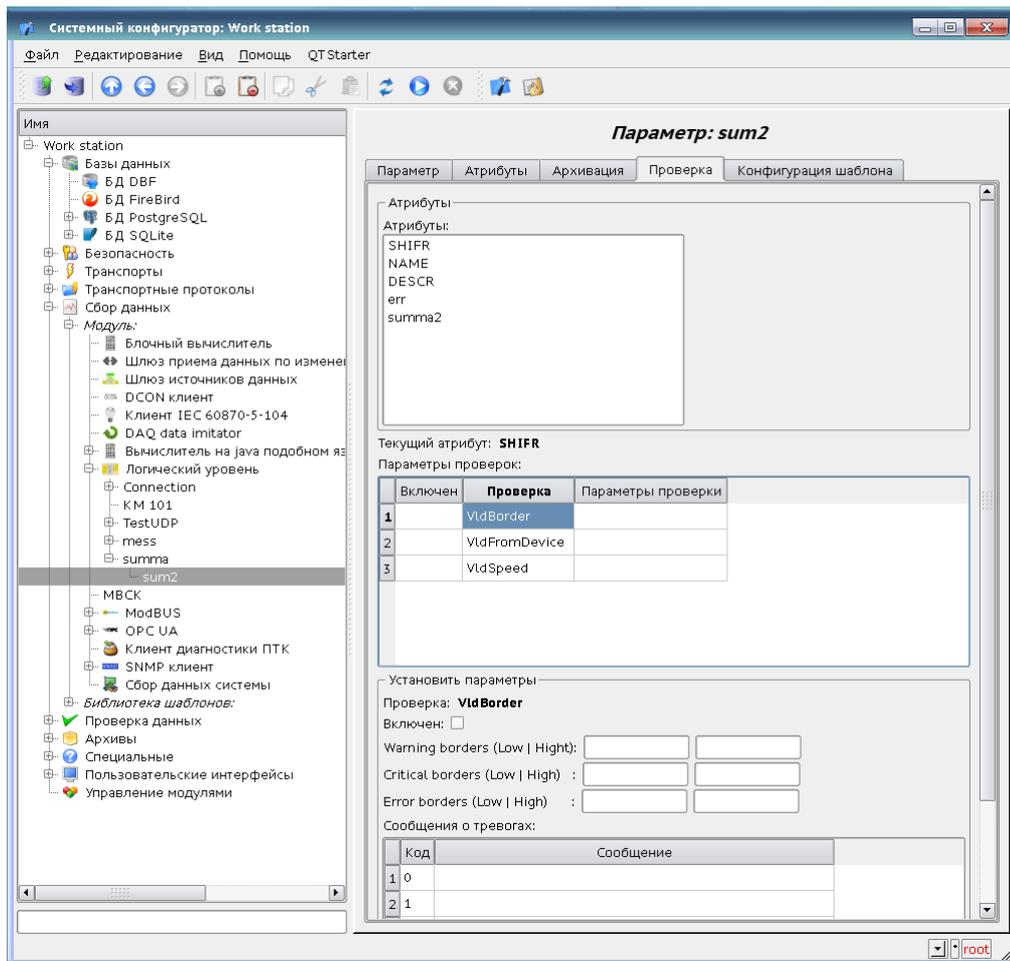

Рисунок 64
Вкладка «Проверка» (рисунок 64) содержит настройки для следующих проверок значений атрибутов:
- VldBorder – выход за границы диапазона, т.е. задание верхних и нижних границ диапазона и предупредительных и аварийных уставок (рисунок 64);